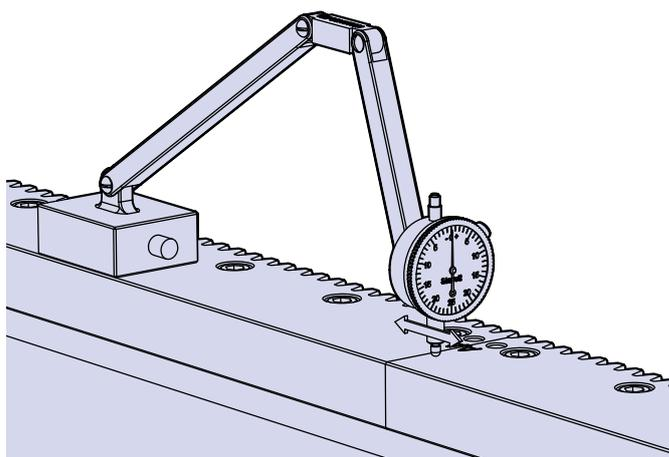

Figure 4
10. Vérifiez l'alignement de l'assemblage avec un appareil approprié (voir figure 4). Si le montage est bon, le défaut d'alignement entre les différentes faces des deux rails ne doit pas excéder 20mm.